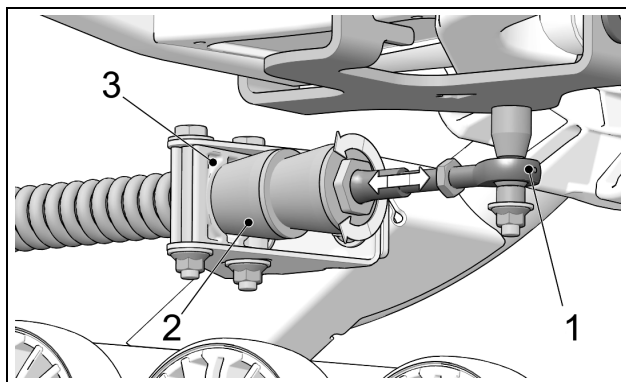

Figure 17
- Ajuster la longueur de l'embout à rotule (1) en tournant l'écrou au bras stabilisateur jusqu'à ce que le cône de caoutchouc (2) touche légèrement le support pivotant (3). Voir la Figure 17.